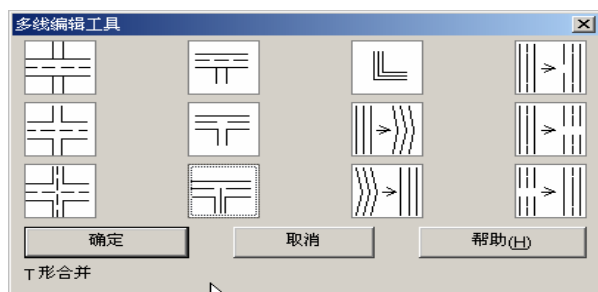
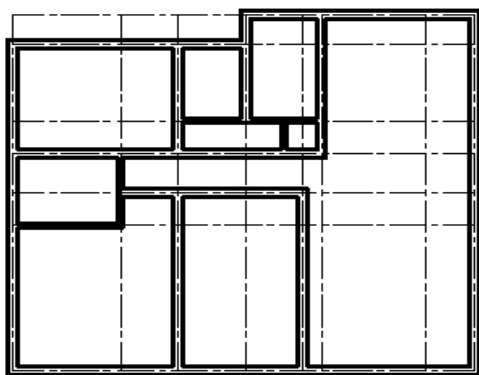

图 3-61
图 3-62
(10)单击【修改】下拉菜单中的【对象】子菜单中的【编辑多线】选项。打开如图 3-61 所示的“多线编辑”工具对话框。在该对话框中选择“”图标，单击“确定”按钮。依次单击要编辑的 T 形交叉点，修改后的最终效果如图 3-62 所示。